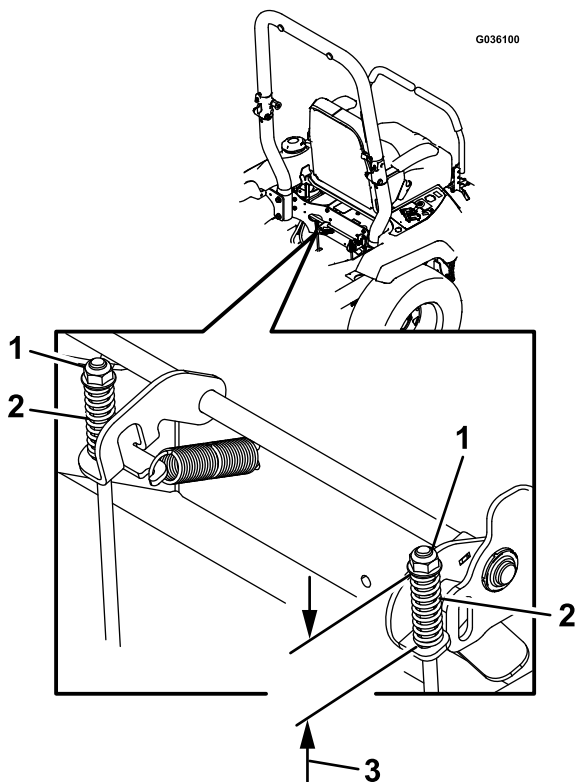

Figure 90
7. Contrôlez les deux longueurs de ressort comme montré à la Figure 90. Si un réglage est nécessaire, tournez l'écrou supérieur dans le sens horaire pour raccourcir le ressort, et dans le sens antihoraire pour l'allonger.